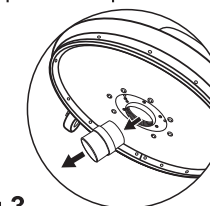

Fig.3
3. Esta máquina incluye un tubo de plástico localizado en la parte de abajo del plato, retire esta pieza jalándola hacia afuera. (Fig. 3)